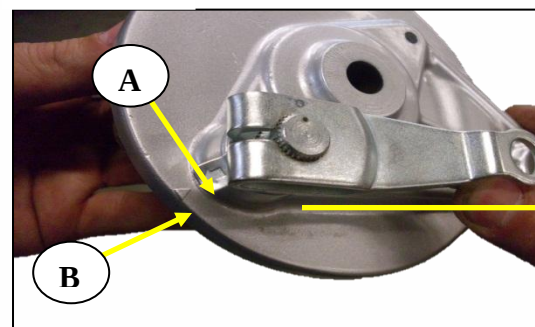

Fig. 4.34
- Garantice que la lamina indicadora de desgaste quede en la poscion adecuada, dicha poscion se alcanza cuando la lamina indicadora [A] queda alineada con la marca en el portabandas [B], **Fig. 4.34** mientras obligamos a la leva a estar alineada con la linea geometrica propia de la forma del portabandas, de esta manera se chequea que el sistema esta bien ensamblado. **Fig. 4.35**